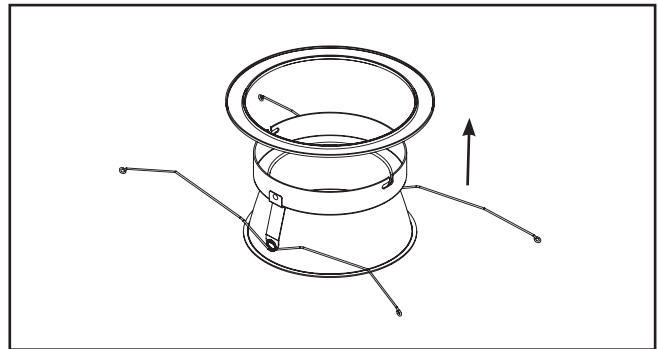

Figure 4.
- Retirez la garniture inférieure de son emballage de protection. Retirez le plastique et jetez l'anneau de garniture. Retirez le moteur lumineux à DEL de l'emballage de protection (Figure 4.).